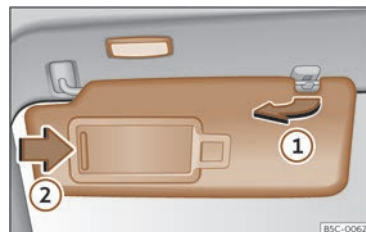

Abb. 102 Sonnenblende.
- Die Sonnenblende kann aus der Befestigung entnommen und zur Tür gedreht werden >>> (Abb. 102) ①.